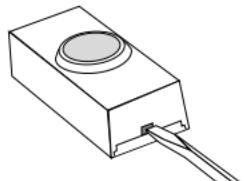

Figura 1
1. **Instalar pila alcalina de botón tipo A23 de 12 voltios.** Extraer la parte posterior de la caja presionando la aleta en el botón con un destornillador pequeño (vea la Figura 1). Asegurarse que la pila esté orientada correctamente (ver la página 10).